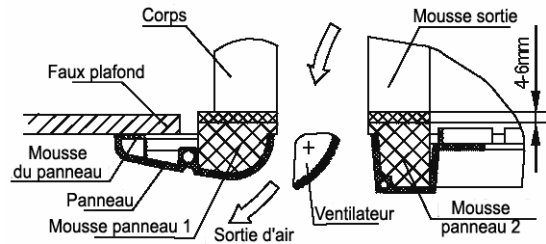

Figure 12
e. Continuez à serrer les vis sous les suspensions du panneau jusqu'à ce que l'épaisseur de la matière spongieuse située entre le corps principal et la sortie du panneau soit d'environ 4~6 mm. Le rebord du panneau doit entrer parfaitement en contact avec le plafond. (cf. figure 12)